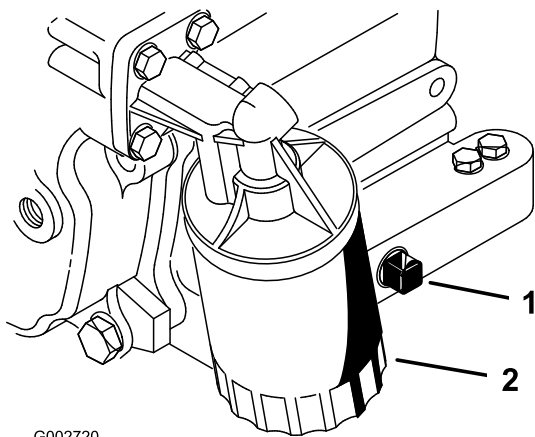

Bild 27
2. Entfernen Sie die Ablassschraube (Bild 27) und lassen das Öl in eine Auffangwanne ab. Schrauben Sie die Ablassschraube wieder ein, nachdem das Öl abgelassen ist.
3. Entfernen Sie den Ölfilter (Bild 27).